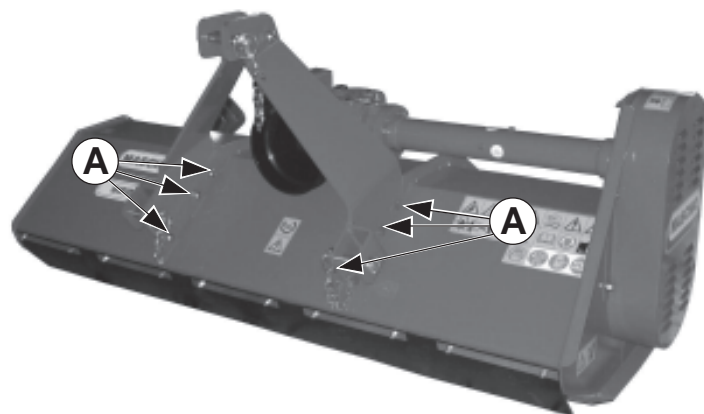

Fig. 18
The machine can be fitted to the front three-point hitch of the tractor (if installed) since there is an overdrive with a double output (A Fig 18 opt). The three-point hitch
La machine peut être appliquée à l'attelage trois points avant du tracteur (s'il est prévu), car elle est munie d'un dispositif de surmultiplication à double sortie (A Fig. 18, opt) et qu'il est possible d'enlever le cadre de l'attelage à trois
Das Gerät kann an der vorderen Dreipunktaufhängung des Schleppers (falls vorhanden) angebaut werden, weil es ein Übersetzungsgetriebe mit doppeltem Abtrieb (A Abb. 18, wahlw.) hat und die Vorrüstung besteht, das
moltiplicatore a doppia uscita (A Fig. 18, opt.), e vi è la predisposizione di togliere il castello attacco a tre punti, e di posizionarlo nella parte posteriore.
- Svitare i sei (6) bulloni di tenuta del castello (tre da un lato, tre dall'altro, A Fig. 18).
- Unscrew the six (6) bolts from the triangle (three on one side and three on the other Fig. 18).
- Dévisser les (6) six boulons de fixation du cadre (trois de chaque côté, Fig. 18).
- Die sechs (6) Schraube, die das Gestell festhalten, (drei von einer und drei von der anderen Seite (Abb. 18) losschrauben.
da (A Fig. 18) y es posible sacar el armazón del enganche de tres puntos y posicionarlo en la parte posterior.
- Desenroscar los seis (6) pernos de sujeción armazón (tres de un lado y tres del otro, Fig. 18).